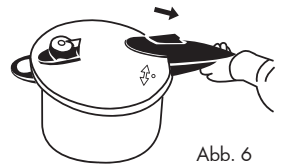

Abb. 6
3. Schieben Sie die Verriegelung nach hinten, in Richtung Markierung auf dem Deckelgriff, um sicherzustellen, dass er vollständig geschlossen ist (Abb. 6).